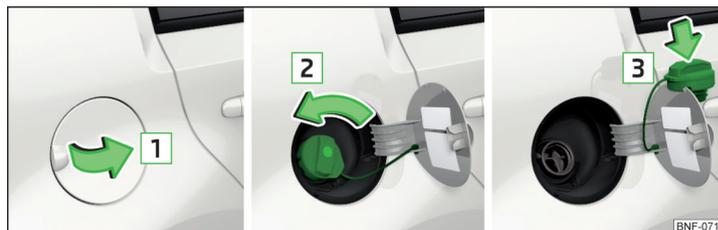

Fig. 133 Abrir la tapa del depósito/ desenroscar el cierre del depósito/ colocar el cierre del depósito en la tapa del depósito
- Levante la tapa del depósito en el sentido de la flecha **1** » fig. 133.